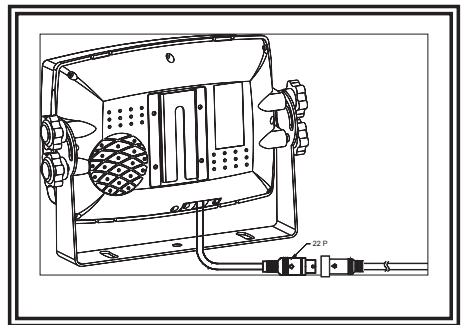

Figure 4
3. Placez le pare-soleil et connectez le moniteur au câble de conversion d'alimentation et AV (Figure 4)